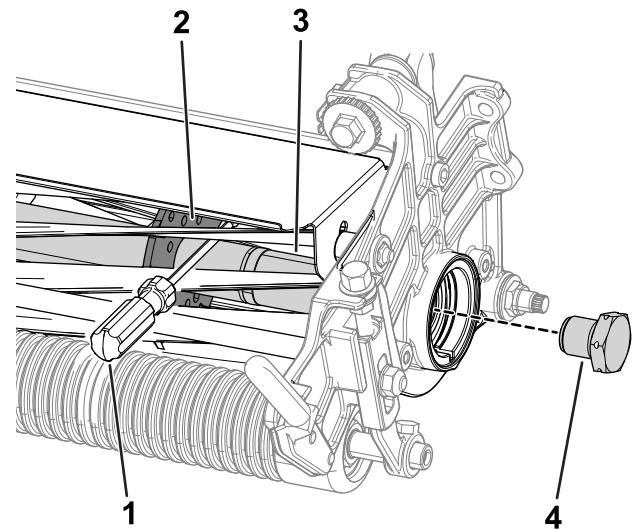

Bild 28
1. Stecken Sie ein langes Hebeleisen (empfohlen 10 mm x 300 mm mit Schraubendrehergriff) durch die Vorderseite der Spindel, nahe an der Seite des Mähwerks, die Sie anziehen werden (Bild 28).
2. Setzen Sie das Hebeleisen gegen die Schweißseite der Spindelhalterung (Bild 28).